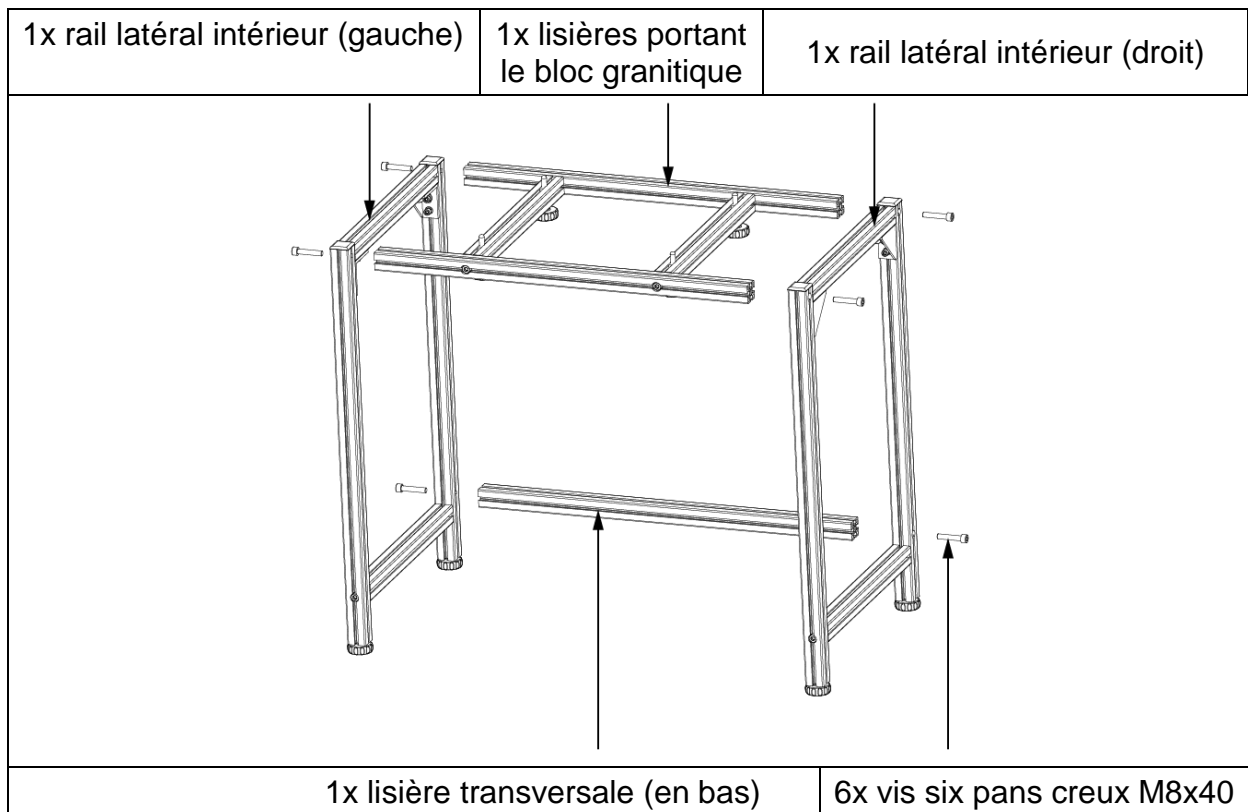

Fig. 3
4. Retirer le rail latéral intérieur (gauche) de la couche d'emballage supérieure et enlever le rail latéral intérieur (droit) de la couche d'emballage moyenne et les fixer avec les vis M8x40 à l'aide de la clé hexagonale. (voir fig. 3)
5. Retirer le rail portant le bloc granitique (en bas) de la couche d'emballage supérieure et le fixer avec les deux vis M8x40. A cette fin ouvrir légèrement les deux cadres latéraux afin d'introduire les rails dans les cadres. Après visser les six vis comme montré dans fig. 3. Après, les deux côtés devraient être alignés de manière parallèle et rectiligne.